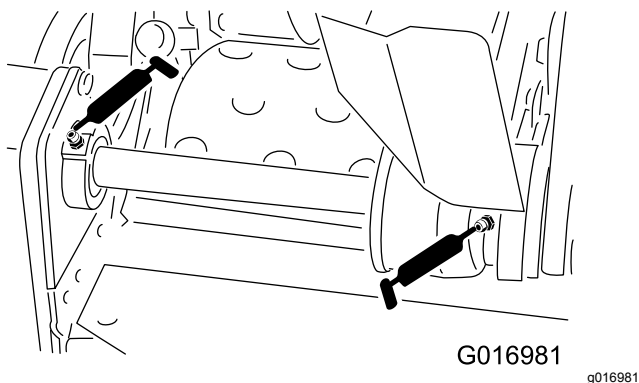

Figura 24
- 2 en los cojinetes del contraeje del molinete (Figura 24)